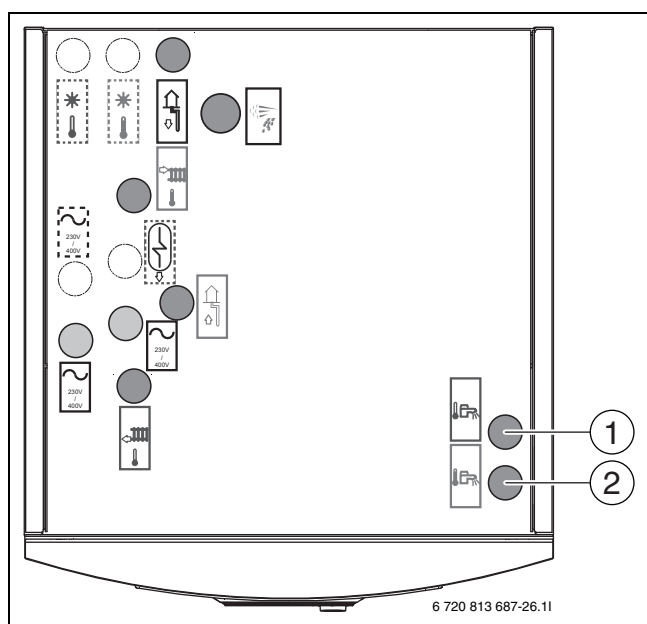

Bild 22 Värmepump anslutningar tappvatten
- ▶ Anslut kallvatten till [1] Bild 22.
- ▶ Anslut varmvatten till [2] Bild 22.